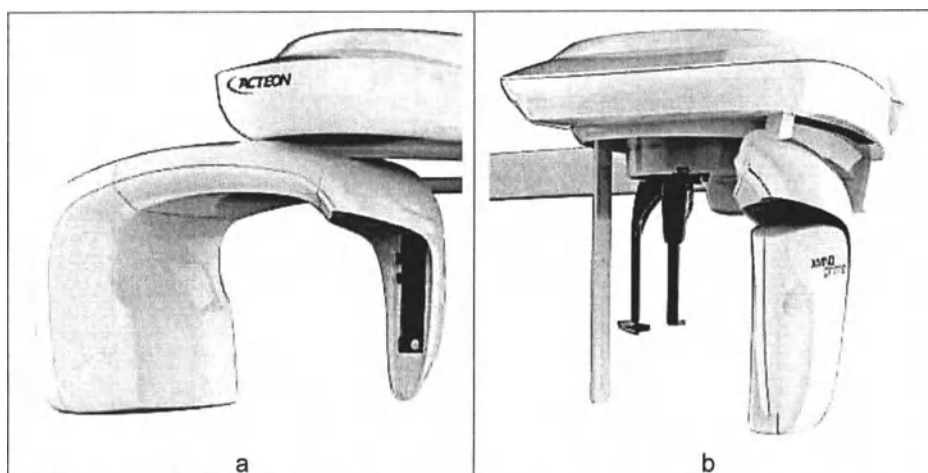

Рисунок 11
6. Пользователь должен переместить датчик из панорамного держателя (Рисунок 11-а) в цефалометрический держатель (Рисунок 11-б), а ортопантомограф переместит держатель датчика в фиксированное положение.